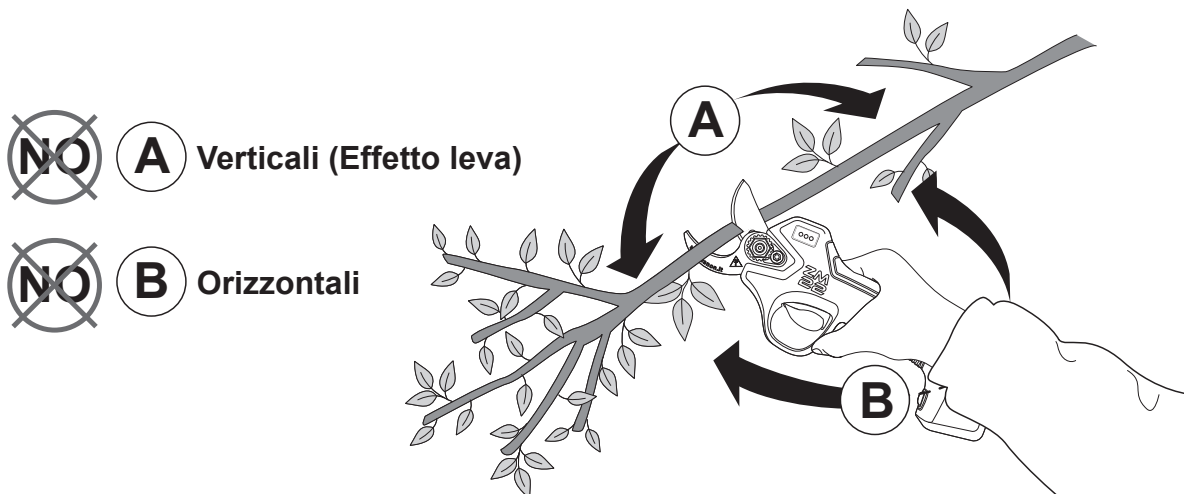

Fig. 5
Se la lama non fosse in grado di tagliare il ramo a causa del suo eccessivo diametro o della durezza del legno non si deve, per nessuna ragione, forzare verso l'alto e il basso (A) o lateralmente (B) durante il ciclo di taglio (**fig. 5**).